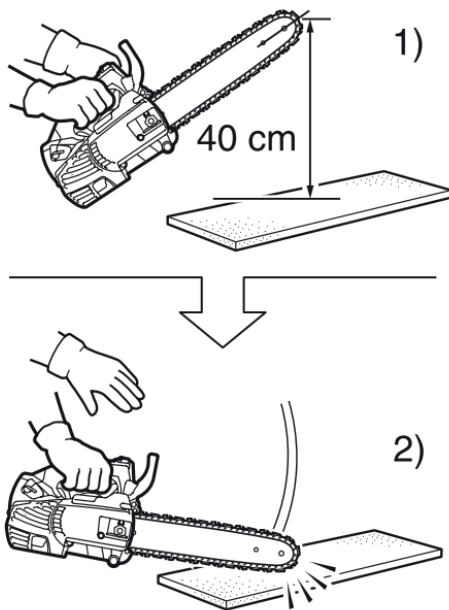

Рисунок 6. Схема перевірки роботи інерційного гальма ланцюга.
1. Розташувати виріб за руків'я на висоті приблизно 40 см, як показано на рис. 6.